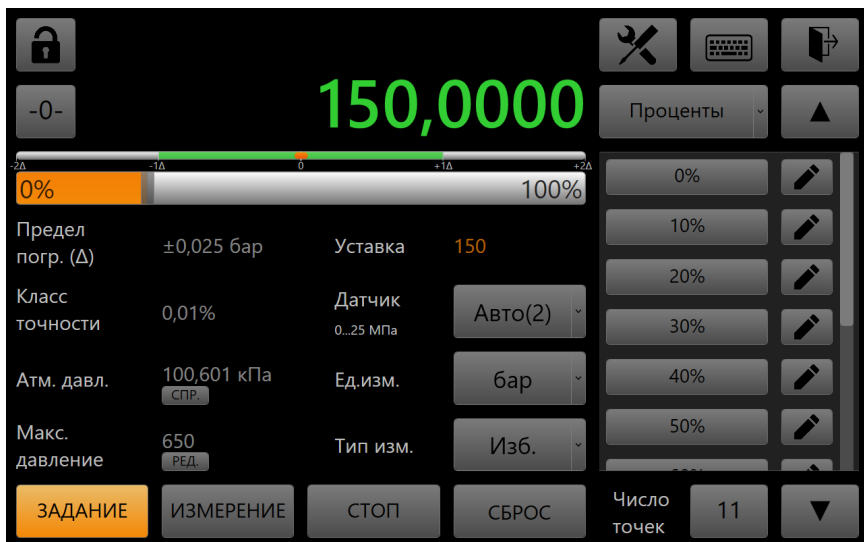

Рис. 8. Ввод уставки по процентам
7.5.3 По нажатию кнопки  появляется меню типа ввода уставки с пунктами: **Ручной ввод**, **Задан. процент**, **Программа**. Цифровая клавиатура ввода соответствует пункту **Ручной ввод**. При выборе типа ввода **Задан. процент** цифровая панель ввода принимает следующий вид (Рис. 8).